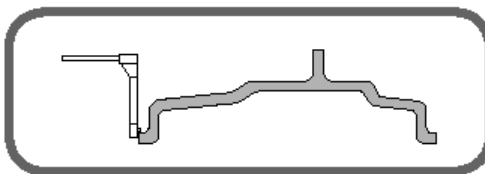

Рис. 16 Автоматический ввод данных при помощи сенсоров
1. Разместить сенсоры на внутреннем и внешнем крае диска (см. рис. 16).
3. Установить сенсоры на внутренний и внешний края диска (рис. 16).